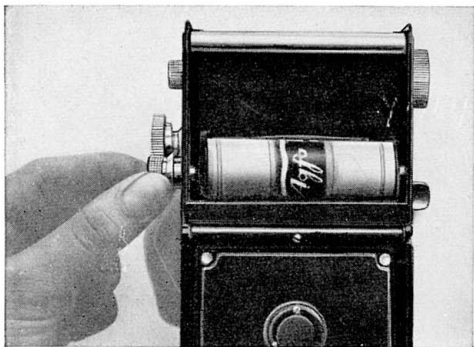

Bild 3
Die Kamera ist in die rechte Hand zu nehmen, und der untere Spulenknopf (12) wird herausgezogen und festgehalten. Jetzt legt man die volle Filmspule ein und läßt den unteren Spulenknopf (Bild 3) wieder zurückschnappen, dabei drücke man mit dem Daumen die volle Filmspule gegen die